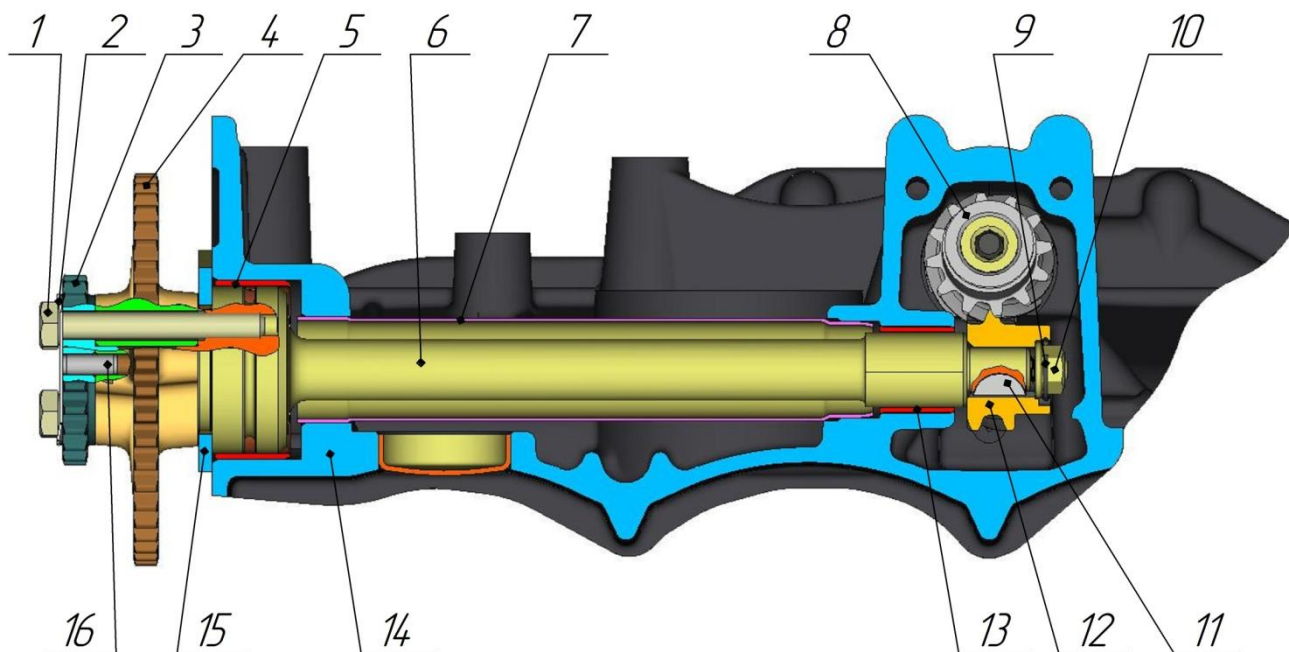

Рис.24. Вал промежуточный:
**Промежуточный вал** (рис.24) – служит для привода масляного насоса. Может применяться стальной промежуточный вал цельной конструкции или сборной конструкции. Передняя и задняя опорные шейки сборного промежуточного вала изготовлены из порошкового материала методом порошковой металлургии и напрессованы на стальной валик.